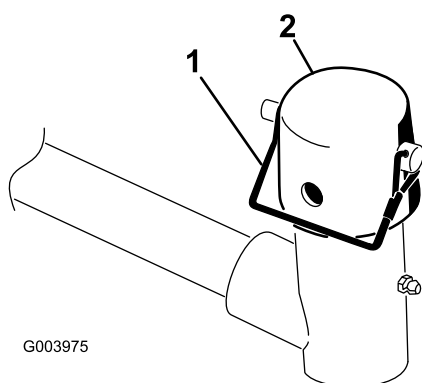

Рисунок 10
7. Снимите стопорный штифт и крышку с вилки оси поворота подъемного рычага (Рисунок 10).
11. Прикрепите крышку и ось несущей рамы к вилке подъемного рычага с помощью стопорного штифта. Используйте паз, если желательно использовать режущий блок с поворотом, или используйте отверстие, если режущий блок должен быть зафиксирован в своем положении (Рисунок 10).